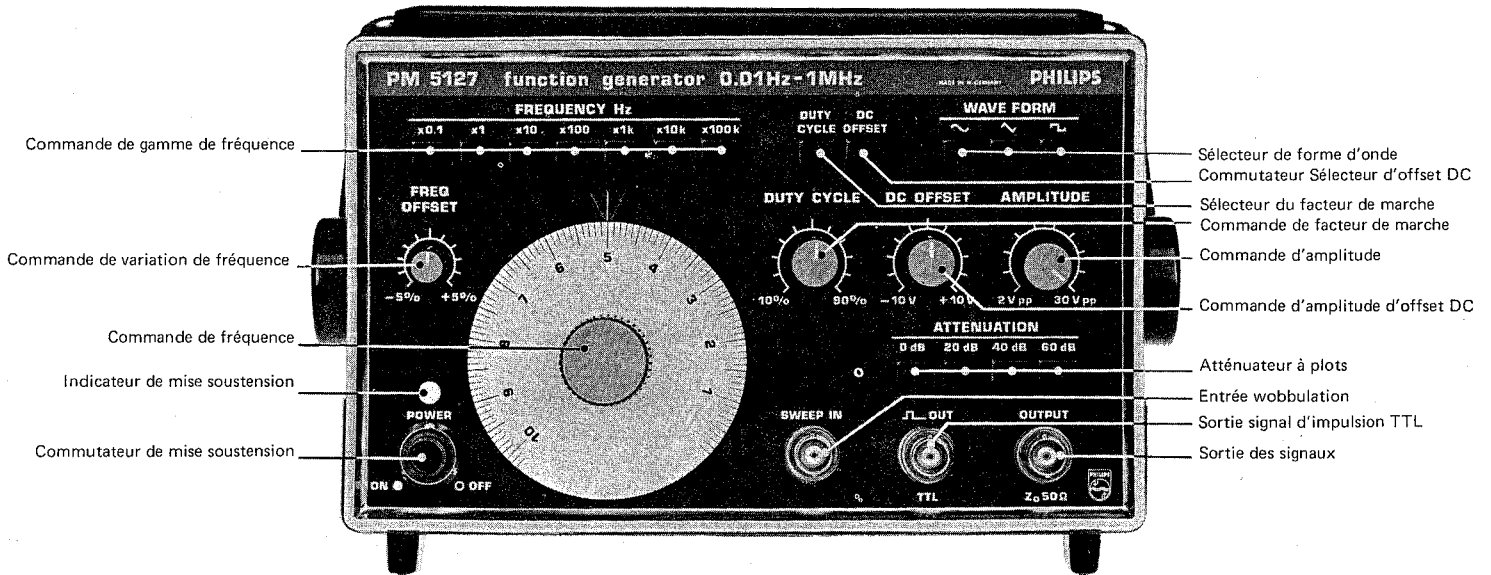

Fig. 3. Vue de face, bornes et réglages
2.1.5. Bornes et réglages (voir fig. 3)